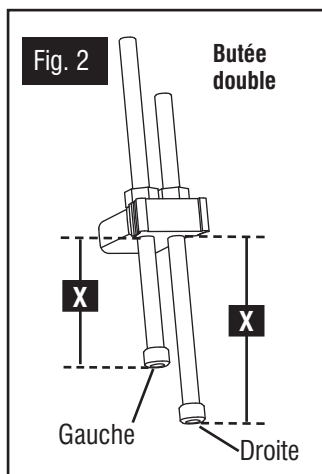

Fig. 2
Étiquette de la butée double	Distance « X » (Fig. 2)
Une tige de profondeur de la fraise est livrée, de série, avec le système de menuiserie OMNIJIG® (voir les détails ci-dessous à la fig. 2). Les quatre guides de gauche et du centre de la tige de profondeur de la fraise, livrés de série avec le système OMNIJIG® de 406 mm (16 po), sont réglés selon les données des tableaux 3 et 4. Les quatre guides de gauche et du centre de la tige de profondeur de la fraise, livrés avec le système OMNIJIG® de 609 mm (24 po), sont réglés selon les données des tableaux 5 et 6. Les configurations sont différentes puisque les systèmes OMNIJIG® sont livrés avec des gabarits différents.
Pour dimensionner un guide, mesurer à partir de la face supérieure de la surface d'appui du sous-socle de la toupie en (A), fig. 2, jusqu'à la pointe supérieure du guide correspondant (B) dessous. Pour ce faire, desserrer l'écrou hexagonal (C) et faire tourner le guide pour l'abaisser ou le remonter. Serrer l'écrou hexagonal pour fixer le guide.